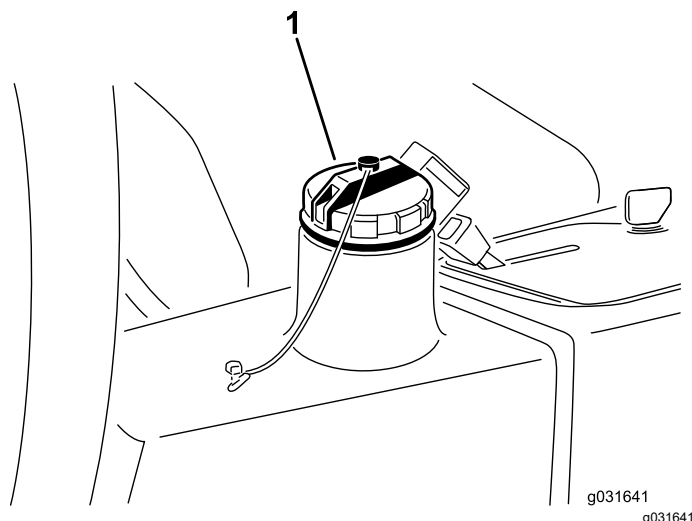

Figure 65
4. Versez environ 13,2 litres de liquide hydraulique dans le réservoir (Figure 65) ; voir Contrôle du système hydraulique (page 56).